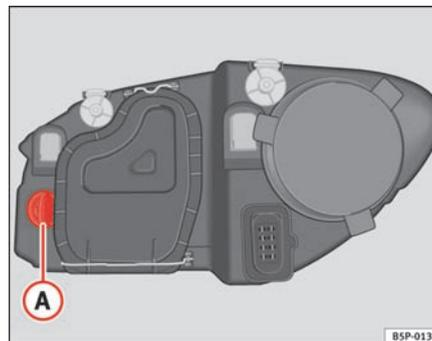

Fig. 164 Lámpara luz intermitente
- Gire el portalámparas ⇒ fig. 164 Ⓐ a la izquierda y tire.